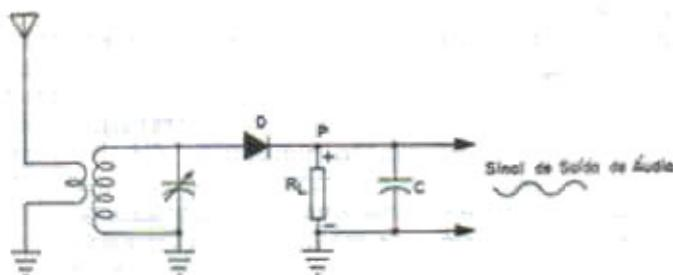

Fig. 120
Ligando-se um capacitor (C) de desacoplamento de R.F. em paralelo com R_L , conforme mostra a Fig. 120, elimina-se a R.F., permanecendo apenas o sinal de áudio completando assim o processo de demodulação.